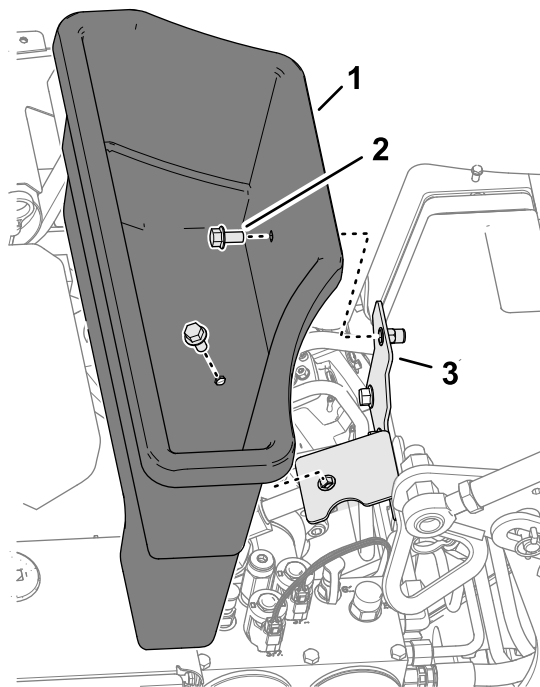

図 126
3. 小物入れを小物入れブラケットに固定している 2 本のフランジヘッドボルトを取り外す 図 126。